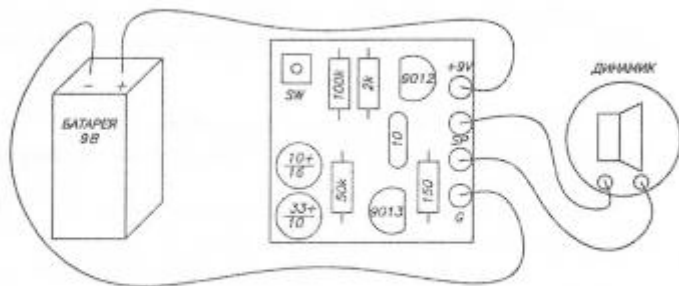

Рис.3 Монтажная схема
3. Установите все детали согласно **рис.3** в следующей последовательности: сначала малагабаритные, а потом все остальные элементы.